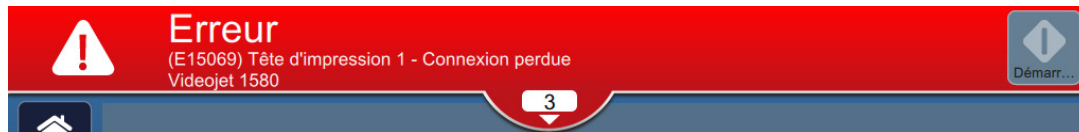

Figure 8-6 : Sélection d'anomalies
1. Appuyez sur le bouton  de la barre d'état pour afficher la liste des anomalies non résolues (Figure 8-6).